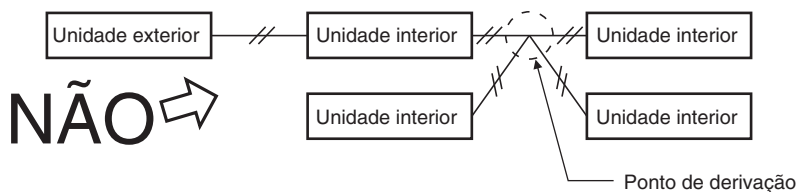

Fig. 4-4
- (3) Não instale a cablagem de controlo entre unidades na forma de derivação em estrela. A instalação eléctrica de derivação em estrela causa uma definição de endereço errada. (Fig. 4-4)